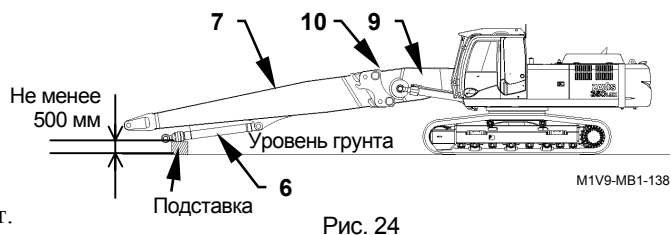

Рис. 24
1. Опускают осторожно конец стрелы на подставку высотой не менее 500 мм (рис. 24). При этом убедиться в том, что конец штока гидроцилиндра (6) средней стрелы не давит на грунт.
3. Снимают 8 шлангов (11 шлангов, если бетонолом имеет привод своего поворота) между нижним звеном (9) и верхним звеном (7) стрелы.
4. Снимают два шланга между верхним звеном (7) стрелы и гидроцилиндром (6) средней части рукояти.